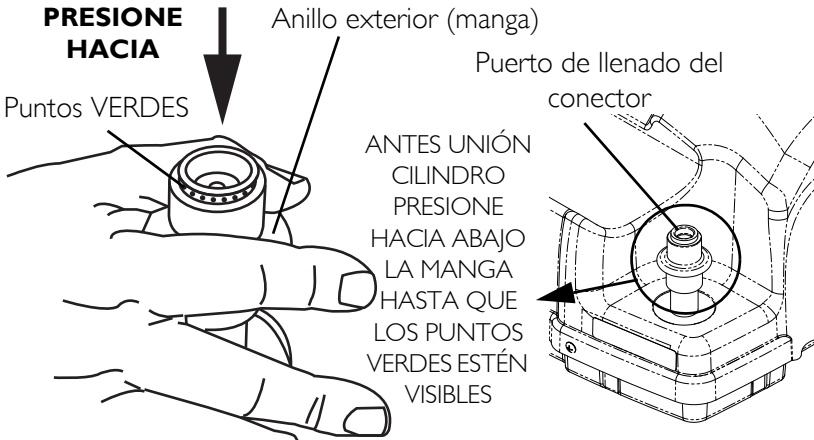

FIGURA 4.2 Restablezca el puerto de llenado del conector
NOTA: Para este procedimiento, consulte FIGURA 4.2 y FIGURA 4.3.
4. PRESIONE momentáneamente el anillo externo (manga) del puerto de llenado del conector para reajustar el conector como se muestra en FIGURA 4.2.